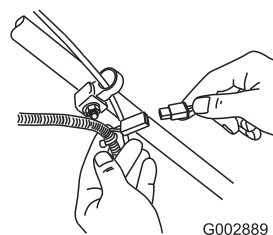

Figura 40
1. Conecte el cargador al arnés de cables de la máquina, situado debajo del botón de arranque eléctrico (Figura 40).